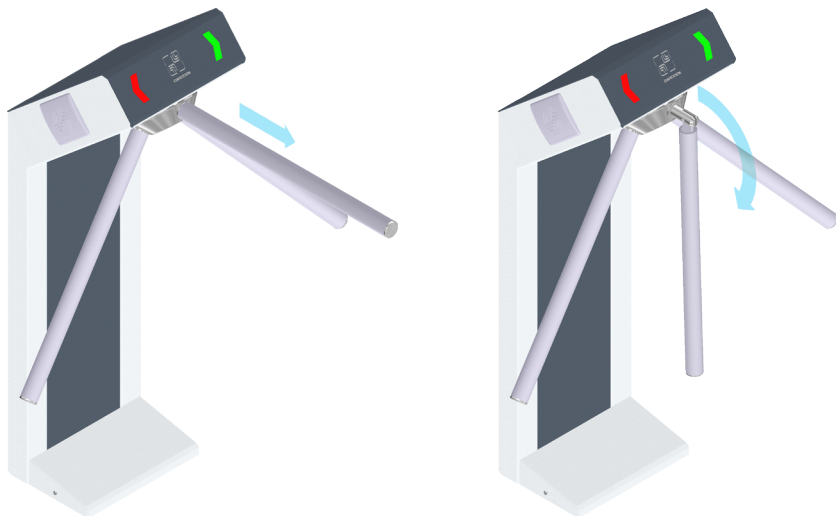

Рисунок 11 – Принцип работы планок «Антипаника».
- 6 Если вы установили планки типа «Антипаника» проверьте работу их механизма разблокировки (рисунок 11);